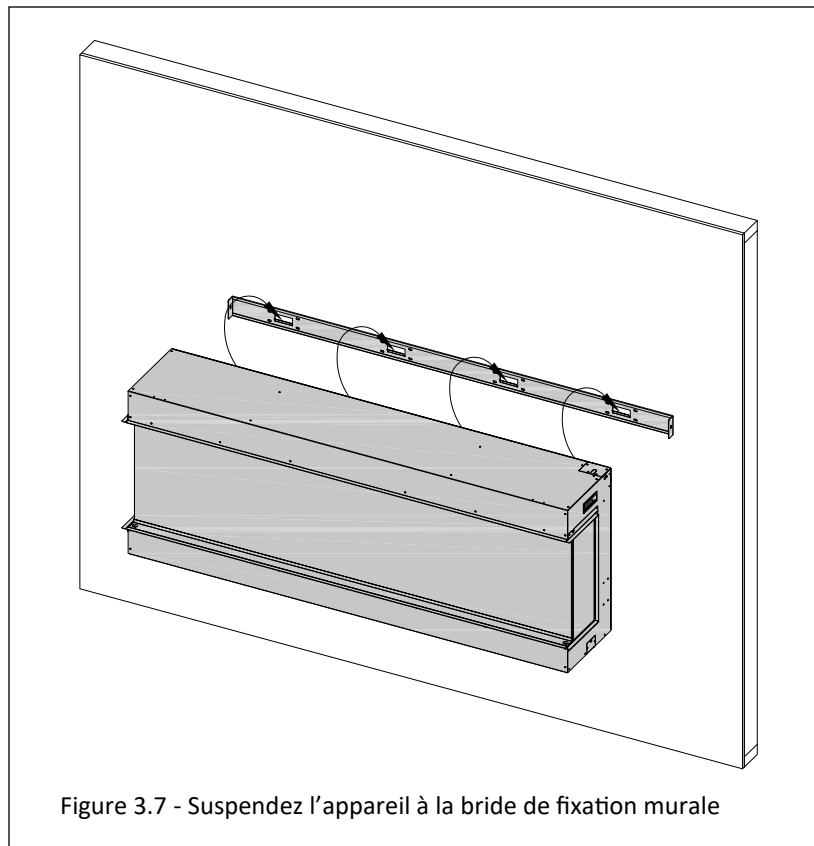

Figure 3.7 - Suspendez l'appareil à la bride de fixation murale
3. Suspendez l'appareil à la bride de fixation murale et réinstallez les (2) vis retirées à l'étape 1 (Figure 3.7).